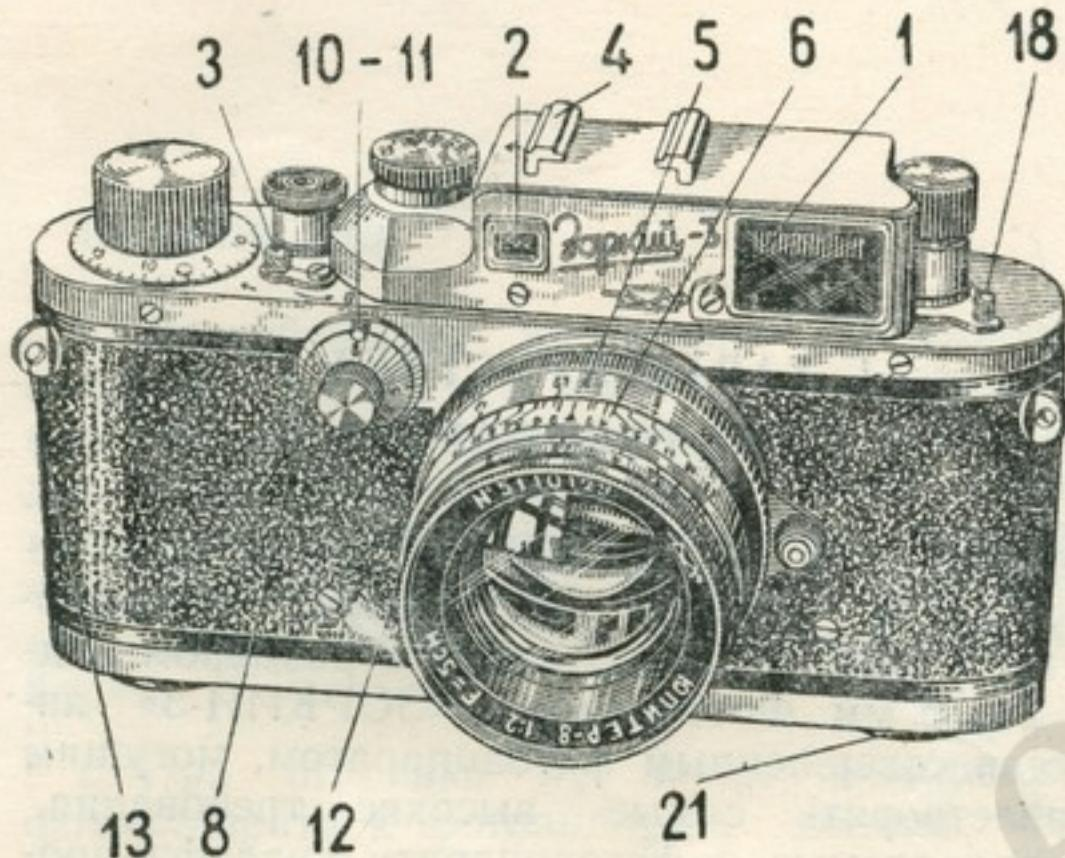

Рис. 1.
Фотоаппарат «ЗОРКИЙ-3» (рис. 1 и 2) относится к разряду портативных малоформатных кинопленочных камер с размером кадра 24x36 мм. Фотоаппарат «ЗОРКИЙ-3» является совершенным фотоаппаратом,ющим удовлетворять самые высокие требования, предъявляемые к фотоаппарату квалифицированными фотолюбителями, фоторепортёрами и научными работниками. Как всякий точный прибор, он требует к себе самого внимательного и бережного отношения.
- Выключить механизм, передвинув выключатель 3 на букву «В» (рис. 1).
Установка требуемой величины выдержки производится с помощью шкал рукояток 7 и 8 (рис. 1 и 2). Шкала верхней рукоятки 7 служит для получения малых моментальных выдержек от 1/25 сек. до 1/1000 сек. и выдержки «В». Шкала передней рукоятки 8 служит для получения продолжительных выдержек от 1 сек. до 1/25 сек. и длительной выдержки «Д». Цифры шкал рукояток 1, 2, 5, 10, 25, 50, 100 и т. д. обозначают соответственно 1, 1/2, 1/5, 1/10, 1/25, 1/50, 1/100 и т. д. секунды. Буква «В» дает возможность получения выдержки соответственно времени нажатия на спусковую кнопку; буква «Д» дает возможность оставлять затвор открытным и после того, как нажатие на спусковую кнопку прекращено.